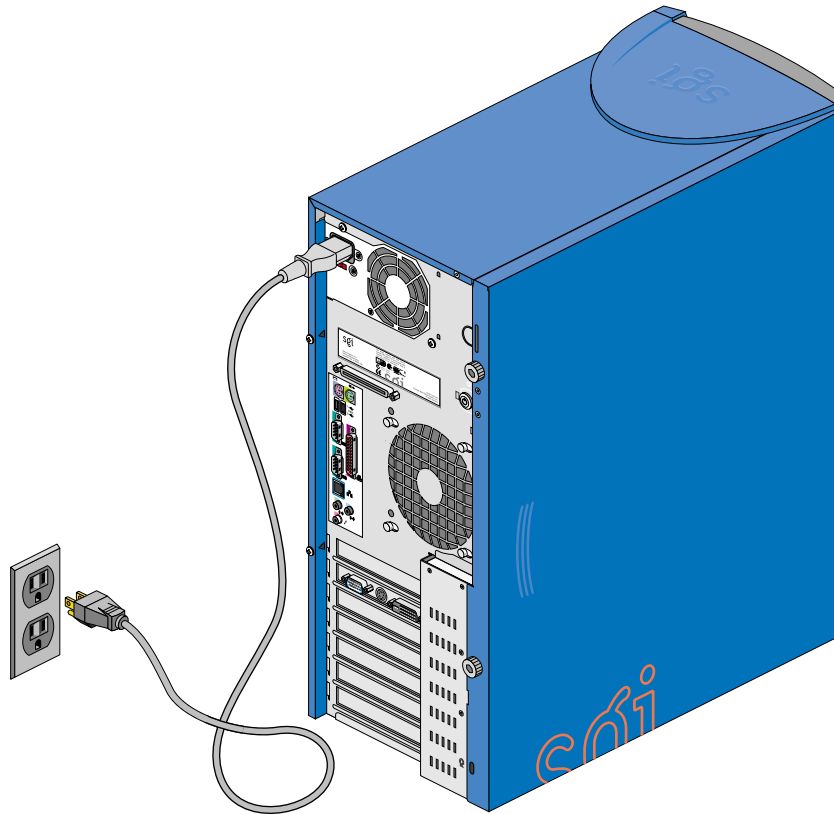

Figura 1-6 Conexión del cable de alimentación de CA
1. Conecte el cable de CA al sistema como se muestra en la Figura 1-6.